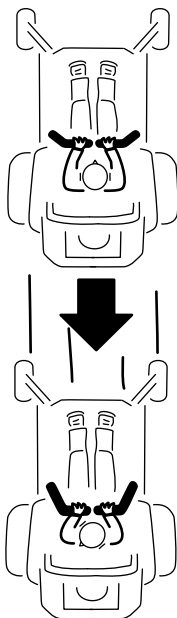

Figura 28
2. Pour vous déplacer en marche arrière, tirez lentement les leviers en arrière (Figura 28).